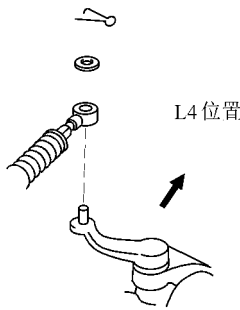

图 12-48 将内换挡杆换到 L4 位置，
1) 起动发动机，将控制开关置于 ON 位置，然后脱开控制钢索，并将内换挡杆换到 L4 位置，拆下换挡捏手，如图 12-48 所示。